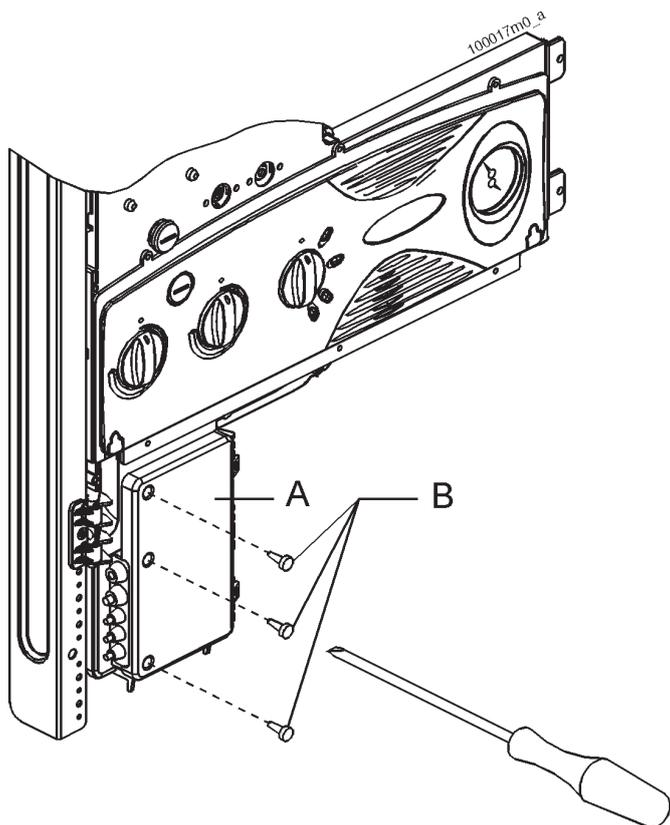

Figura 22 - Apertura box connessioni elettriche
- togliere il ponte elettrico presente fra i morsetti "13" e "14" della morsettieria di figura 22, 23 e 24;
- collegare i 2 capi del cavo precedentemente steso, ai morsetti "17" e "18" della morsettieria di figura 22, 23 e 24;